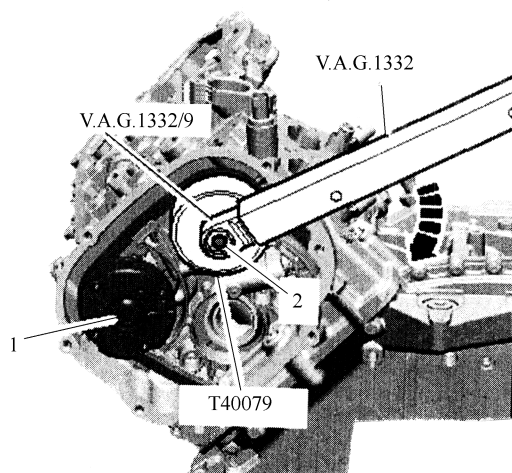

图 1-3-73 预紧进气凸轮轴上的螺栓和排气凸轮轴上的螺栓
4) 如图 1-3-73 所示, 把扳手 T40079 装到左侧气缸盖上的进气凸轮轴调节器上, 将力矩扳手 V. A. G1332 加工具头 V. A. G1332/9 装到扳手 T40079 上, 用 $40\text{N} \cdot \text{m}$ 的力矩沿箭头方向预紧凸轮轴调节器。在凸轮轴调节器仍旧保持预紧期间, 按如下方式拧紧螺栓: 用 $60\text{N} \cdot \text{m}$ 的力矩预紧进气凸轮轴上的螺栓 1 和排气凸轮轴上的螺栓 2。